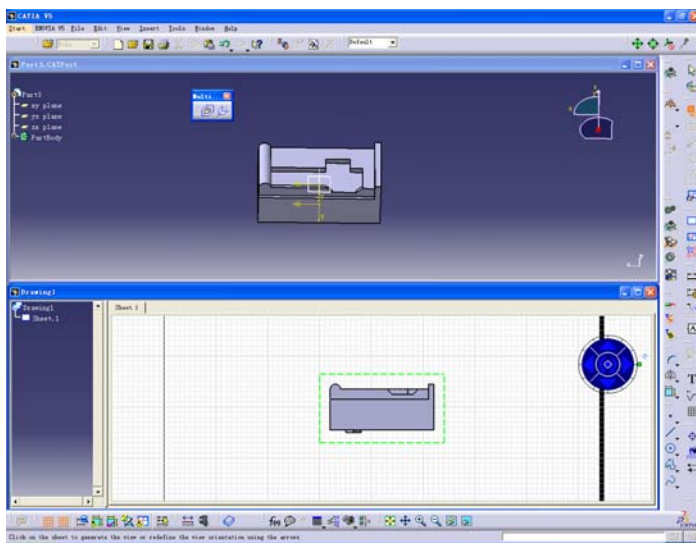

图 7-5
(1) Front View  (生成正面视图)
① 打开一个模型 (在此打开了 Part 3) 后, 选择 Start → Mechanical Design → Drafting → 正面视图。菜单中选择 Windows → Tile Horizontally;
② 按 front view 后, 模型中选择一个面, 生成该面的正面视图;
③ 正面视图周围出现绿色虚线框时, 可以调整位置;
④ 按右侧方位箭头时, 视图发生旋转 (见图 7-5)。